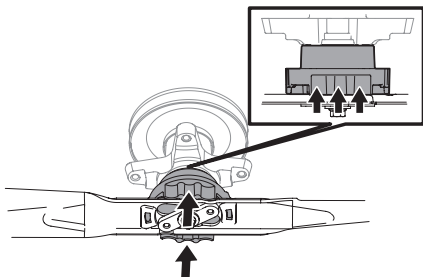

Figure 43
3. Poussez la bague de verrouillage vers le haut et retenez-la (Figure 43).
4. Poussez la lame vers le haut contre l'adaptateur jusqu'à ce que la bague de verrouillage soit relevée (Figure 43 à la page 106).